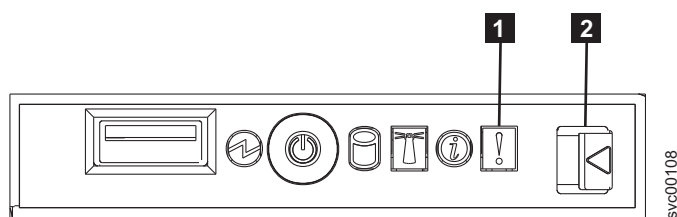

図 100. SAN ボリューム・コントローラー 2145-8F4 オペレーター情報パネル
1. SAN ボリューム・コントローラー 2145-8F2 または SAN ボリューム・コントローラー 2145-8F4 オペレーター情報パネル 上のエラー LED (図 100 を参照) が点灯または明滅していますか?